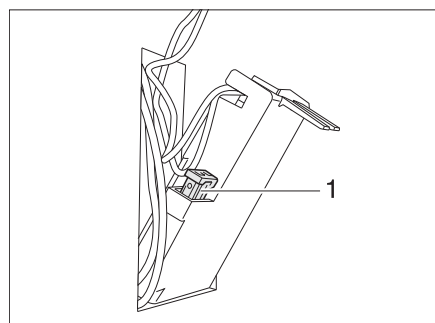

Bild 243 Sicherung der Thetford-Toilette
- Die Sicherung (Bild 243,1) wechseln.